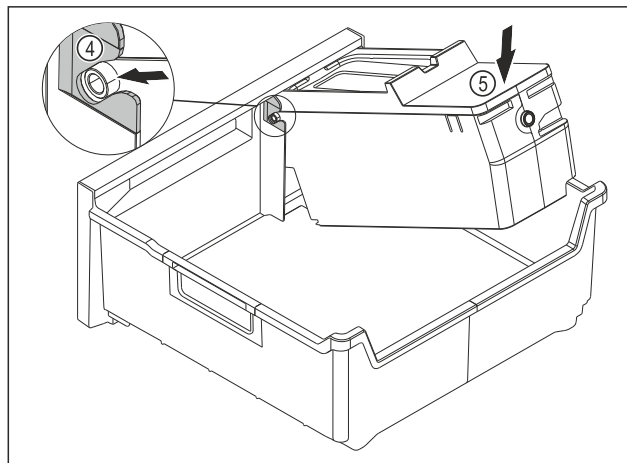

Fig. 81
- EasyTwist-Ice-Korpus montieren: Achsen des EasyTwist-Ice-Korpus in die Führungen Fig. 81 (4) einschieben.
- EasyTwist-Ice-Korpus Fig. 81 (5) hinten nach unten drücken.